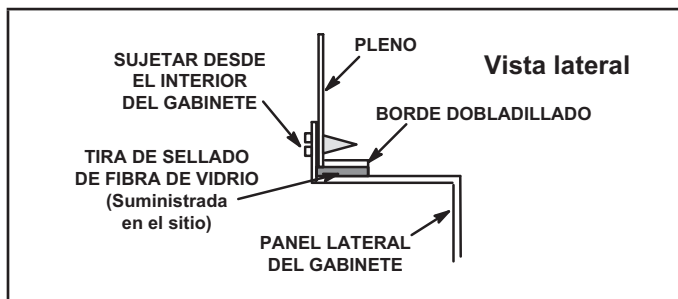

FIGURA 10
- 4 - En las instalaciones en un clóset, podría ser imposible instalar los tornillos para metales desde afuera. En ese caso, haga el pleno con un frente removible e instale los tornillos desde adentro. Ver FIGURA 10.